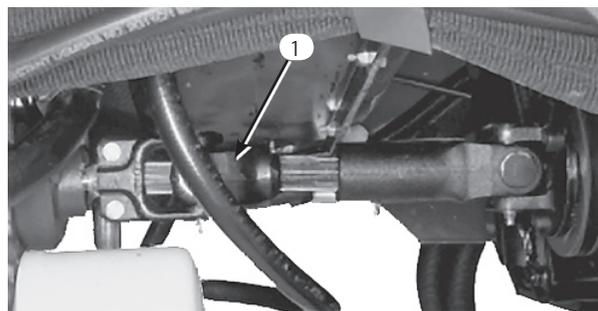

図30
1. 駆動シャフトをエンジンの駆動カップラに固定しているキャップスクリュをゆるめる。駆動シャフトをトランスミッションに接続しているキャップスクリュを外す (図30)。駆動シャフトを取り外す
5. 牽引が終わったら、図30 のように駆動シャフトを元通りに取り付ける。スプラインにより、正しい方向以外では接続できないようになっている。